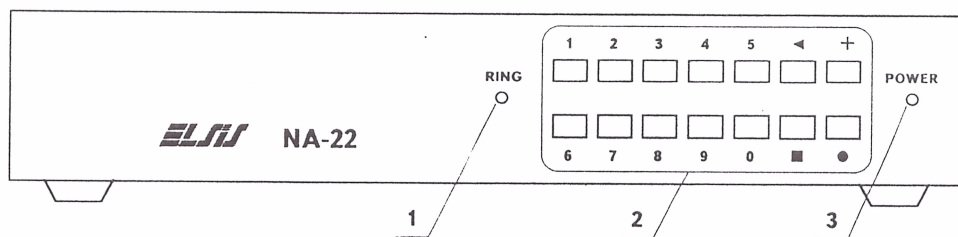
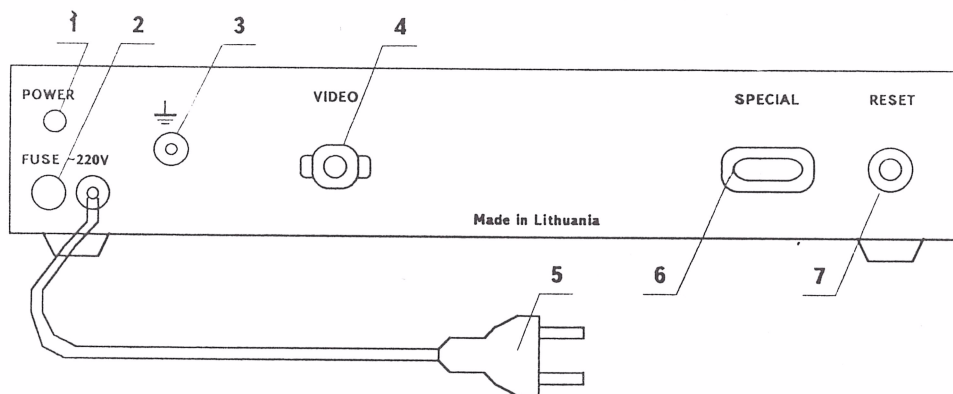

Рис. 1. Вид прибора спереди
Рис. 2. Вид прибора сзади
- ⚠ Перед включением прибора в сеть и подсоединении к нему шнуров, комплектуемых вместе с прибором, необходимо соединить гнездо защитного заземления "⏚" (корпус прибора) (рис. 2, поз. 3) с зануленным зажимом питающей сети. Отсоединение защитного заземления от зануленного зажима питающей сети производится только после всех отсоединений.
На рис. 1 приведен внешний вид передней панели прибора.
На рис. 2 приведен внешний вид задней стенки прибора.
Перед первым включением прибора в электросеть, установите выключатель сети "POWER" (рис. 2, поз. 1) в положение "выключено" (кнопка отжата). Вставьте вилку сетевого шнура (рис. 2, поз. 5) в розетку электрической сети. Возьмите шнур для подключения монохромного монитора (см. приложение 1) и вставьте один его конец в гнездо "VIDEO" (рис. 2, поз. 4) прибора. Другой конец шнура подключите к входу "Видео" монитора (см. техническое описание и инструкцию по эксплуатации, прилагаемое к монитору). Подготовьте монитор к работе (см. техническое описание и инструкцию по эксплуатации, прилагаемое к монитору). Включите питание монитора.
Для включения питания прибора, установите выключатель "POWER" (рис. 2, поз. 1) в положение "включено" (кнопка нажата). Должен засветиться индикатор напряжения сети "POWER" (рис. 1, поз. 3).
Коротко нажмите на кнопку "RESET" (рис. 2, поз. 7) для начальной установки управляющей работой всего прибора программы в начальное положение.
С помощью клавишей управления (рис. 1, поз. 2) выберите нужный режим работы прибора. Для этого:
- соедините гнездо "☐" (корпус прибора) (рис. 2, поз. 3) с корпусом станции;
- подключите один конец шнура для телефонной линии (см. приложение 1) в гнездо "SPECIAL" (рис. 2, поз. 6), находящийся на задней панели прибора;
При поступлении на телефонную линию вызываемого абонента (к которой подключена вилка вызываемого абонента) сигнала индуктора (его наличие индицирует на передней панели прибора находящийся индикатор "RING" (рис. 1, поз. 1)), прибор после нескольких сигналов в этой линии:
При помощи клавиатуры управления выберите этот режим. При наличии в памяти прибора принятых пакетов многочастотной информации, можно вывести их список на экран монитора. Если количество строк принятых пакетов многочастотной информации больше, чем можно отобразить на экране монитора, то выбрать строку с нужным номером для дальнейшего подробного анализа можно при помощи клавиш (рис. 1, поз. 2) "2" (строка назад), "7" (строка вперед), "1" (16 строк назад) и "6" (16 строк вперед). Выбранная строка на экране монитора будет инвертированного изображения.
Пересмотреть раскрытый во времени пакет многочастотной информации можно при помощи клавиш (рис. 1, поз. 2) “2” (строка назад), “7” (строка вперед), “1” (16 строк назад) и “6” (16 строк вперед).